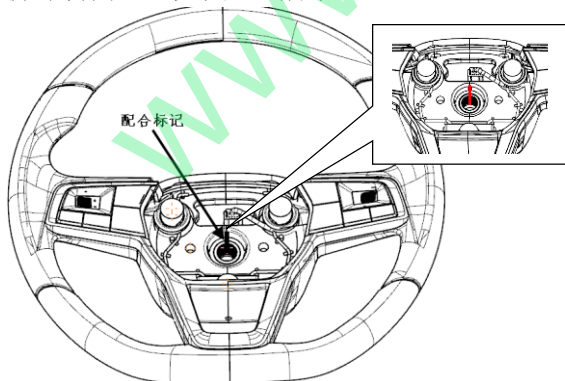

图 4-14
② 如果没有缺齿并齿结构, 需要在转向盘总成和转向管柱及万向节总成上做好配合标记, 再拆卸转向盘。如图4-14所示。